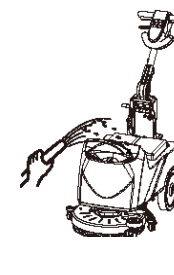
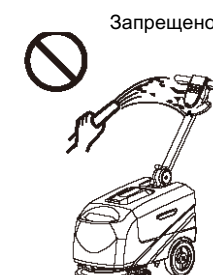

Рис.9
Рис.10
4. Избегайте попадания воды на внутренние части или панель управления во избежание случаев короткого замыкания. (рис.9 и рис.10).